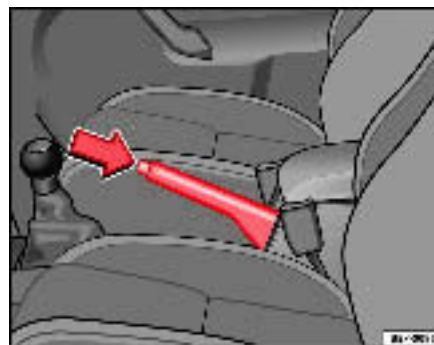

Fig. 144 Frein à main entre les sièges avant
⇒ page 181, fig. 144.
- Soulevez légèrement le levier de frein à main, appuyez sur le bouton de verrouillage dans le sens de la flèche ⇒ page 181, fig. 144 et abaissez le levier au maximum ⇒ .